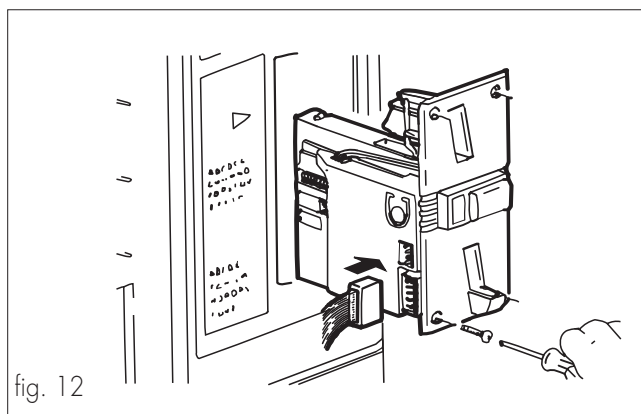

fig. 12
- Inserire la monetiera e fissarla utilizzando le 4 viti con dado in dotazione (fig. 12).
- Collegare il flat cable alla monetiera (fig. 12).